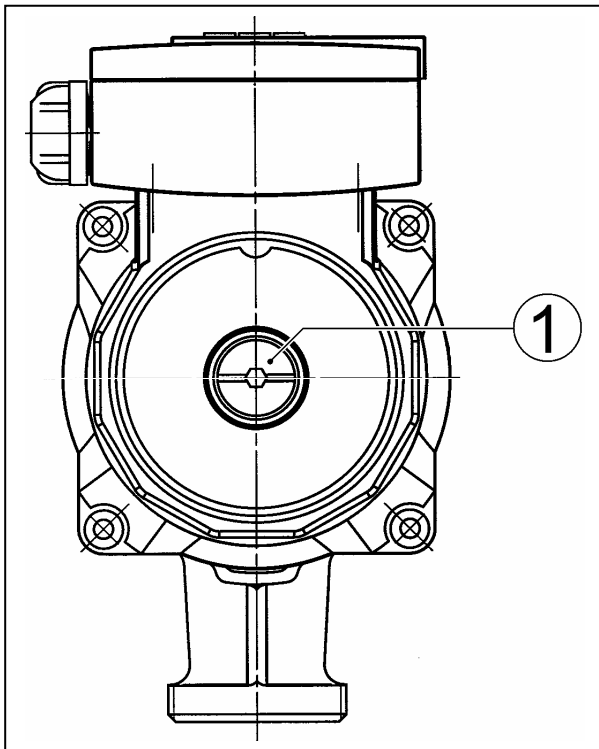

Рис. 1
### 4.1 Описание насоса (рис. 1)
- ослабьте и осторожно выверните винт для удаления воздуха (рис. 1, поз. 1),